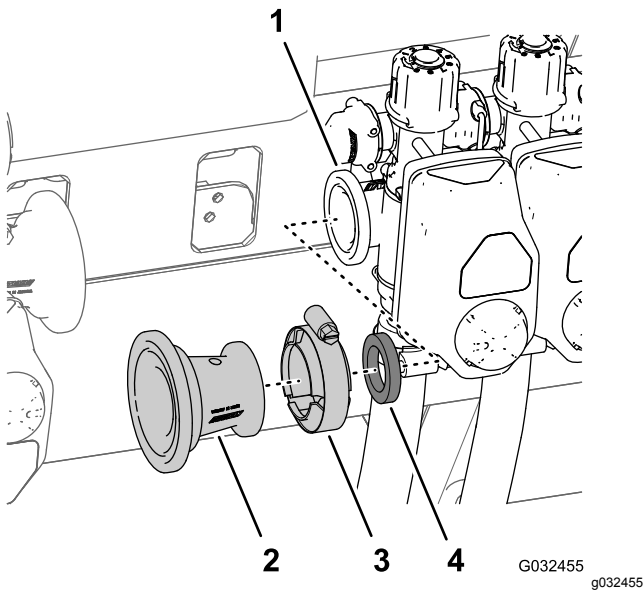

Figure 46
4. Déposez le collier de 76 mm qui fixe le raccord adaptateur et le joint (2-1/4") à la bride de la vanne de section de rampe gauche, et déposez l'adaptateur, le collier et le joint de la machine (Figure 46).